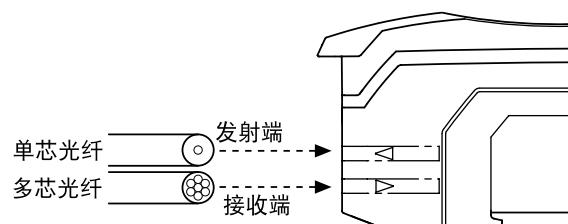

图3
- 7、若将同轴反光型光纤模块连接到放大器上 , 应将单芯光纤连接到发射器测 ( 如图 3 ) , 而将多芯光纤连接到接收器测。